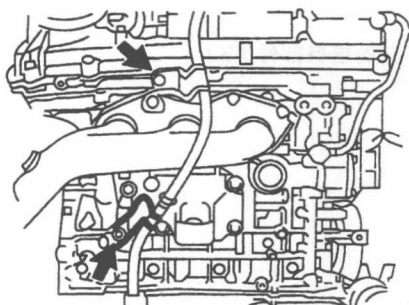

图 1-5 拆下油位计导管
- (1) 拆下带自动变速器的发动机总成。
- (2) 拆下发动机配线。
- (3) 拆下油位计导管，如图 1-5 所示。